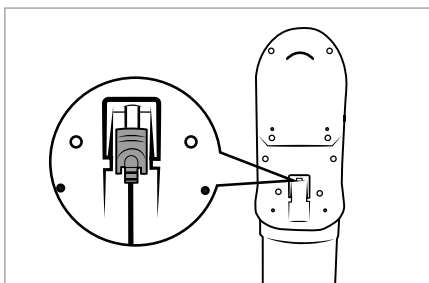

Fig. 8
- ▶ O aspirador também pode ser carregado diretamente através da fonte de alimentação **10**. Para tal, retire a ficha fêmea **11**, rodando-a ligeiramente para fora do suporte de parede **18**, e insira-a na entrada de carregamento **3** existente no aparelho (ver fig. 8).